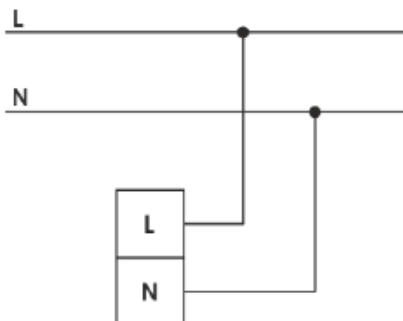

Рис.1
- 2.1 Произведите разметку расположения тросовых подвесов и потолочной чашки по прилагаемому шаблону из монтажного комплекта. При необходимости засверлите по сделанной разметке отверстия под пластиковые дюбеля и установите их. (Рис. 1).